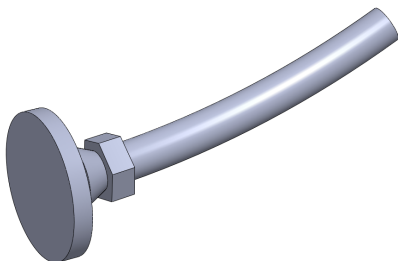

图 6-5 弯曲实体特征效果
(5) 单击【确定】按钮, 即可弯曲实体特征, 效果如图 6-5 所示。